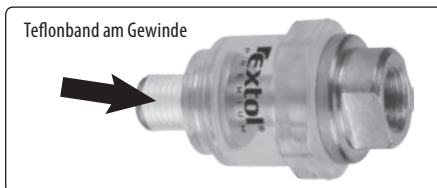

Abb. 5
- ➔ Das Teflonband (z. B. Extol Best.-Nr. 47532) wickeln Sie eng um das Gewinde herum und dann drücken Sie es leicht an das Gewinde an, siehe Abb. 5.